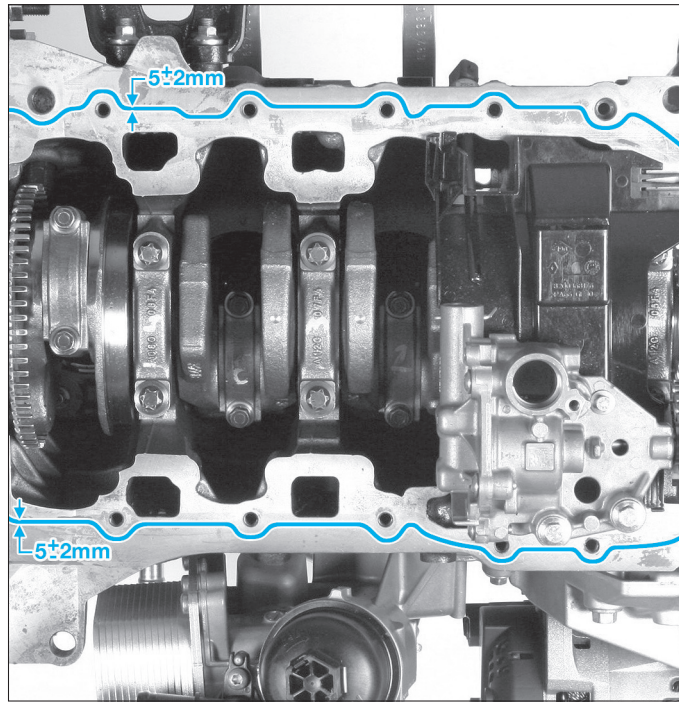

FIG. 78
- appliquer sur le plan de joint du bloc-cylindres un cordon de pâte d'étanchéité appropriée (Joint Silicone Adhérent) (fig. 78).